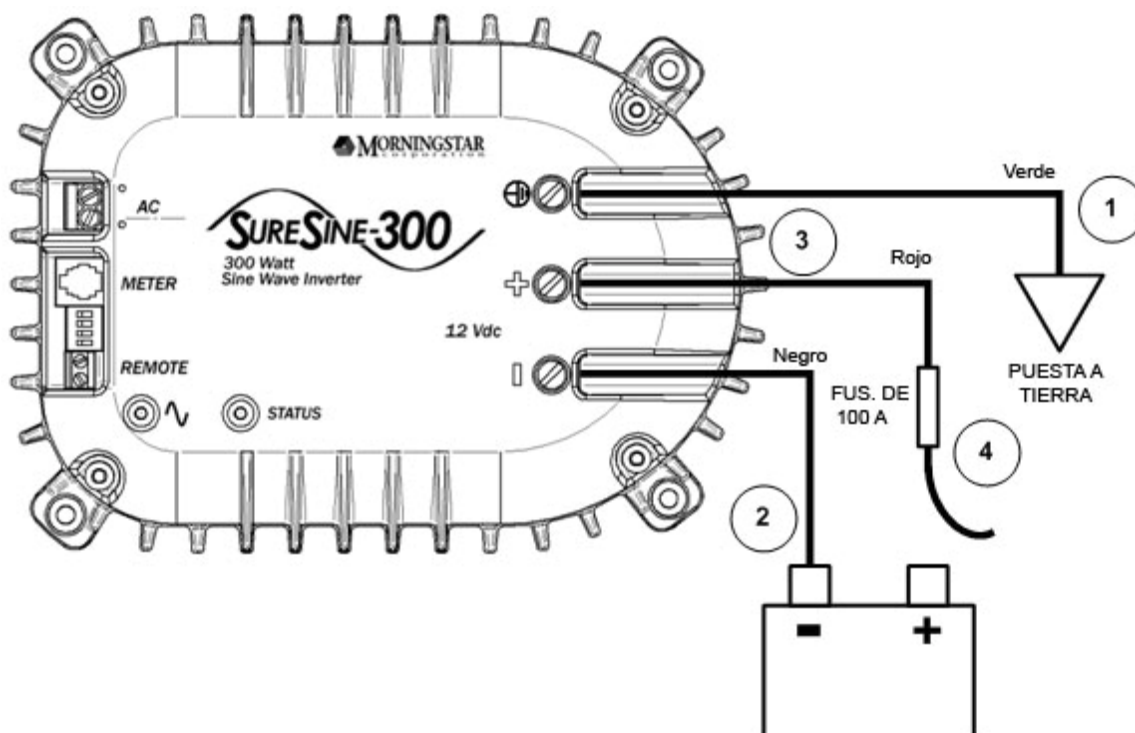

Figura 5 Diagrama de cableado de CC
Los cables de CC no son provistos de fábrica. Use solamente cables listados en UL; especificados para el voltaje, la corriente y la longitud de cable necesarias para el sistema. Se han recomendado los calibres mínimos de los cables. Use el color apropiado para cada conexión de CC según se muestra en la figura 5.
1. Cablee cada puesta a tierra según se muestra en la Figura 5, usando un cable verde listado en UL de 4 AWG (25 mm²) o más grande. El conductor de puesta a tierra debe ser más grande que los conductores de alimentación de la batería.